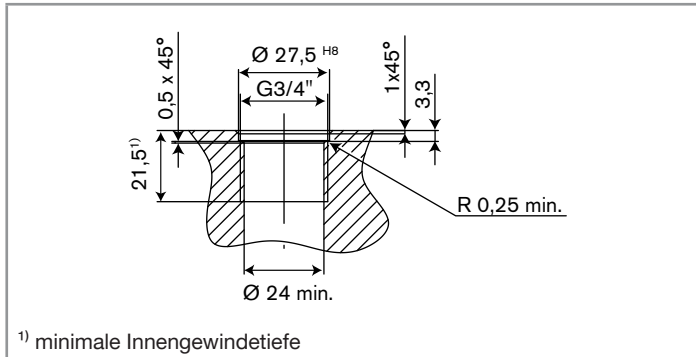

Abb. 11: Gewindeschablone für den Halter [mm]
- Das Gerät mit einem Halter am Rohr oder an der Tankwand montieren, der der Gewindeschablone in Abb. 11 entspricht.